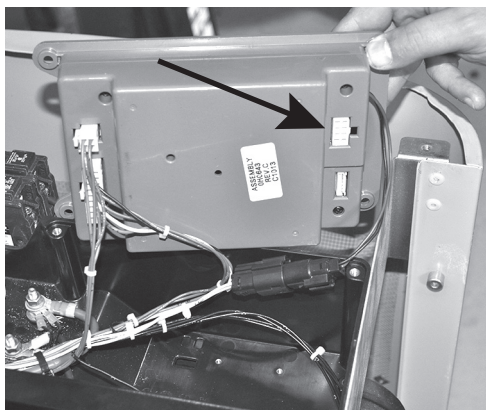

Figure 3-14. Régulateur sorti
18. Soulevez le régulateur pour accéder aux ports des accessoires. Si vous voyez un autocollant marqué « Port 1 », retirez-le pour repérer le connecteur. S'il n'y a pas d'autocollant, repérez le connecteur à huit broches situé en dessous du régulateur du générateur. Voir la Figure 3-14. Installez le connecteur à huit broches du câblage dans la douille à chape du régulateur.